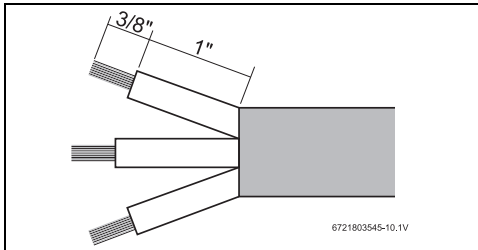

Fig. 5
- ▶ Pele el aislamiento de los cables de alimentación aproximadamente $1\frac{3}{8}$ " (35mm). Cualquier aislamiento de tierra debe pelarse aproximadamente $\frac{3}{8}$ " (9.5mm) (Fig. 5).